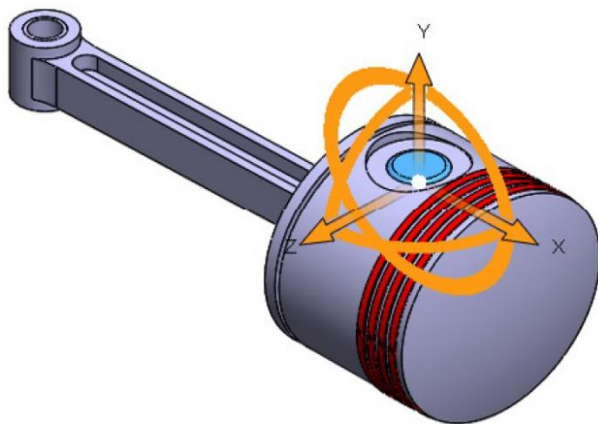

Рисунок 8.58 – Триада, відображена після вибору верхньої грані **Piston Pin Plug**
3. Виберіть верхню грань компонента **Piston Pin Plug** (Заглушка пальця поршня); відобразиться триада (див. рис. 8.58).